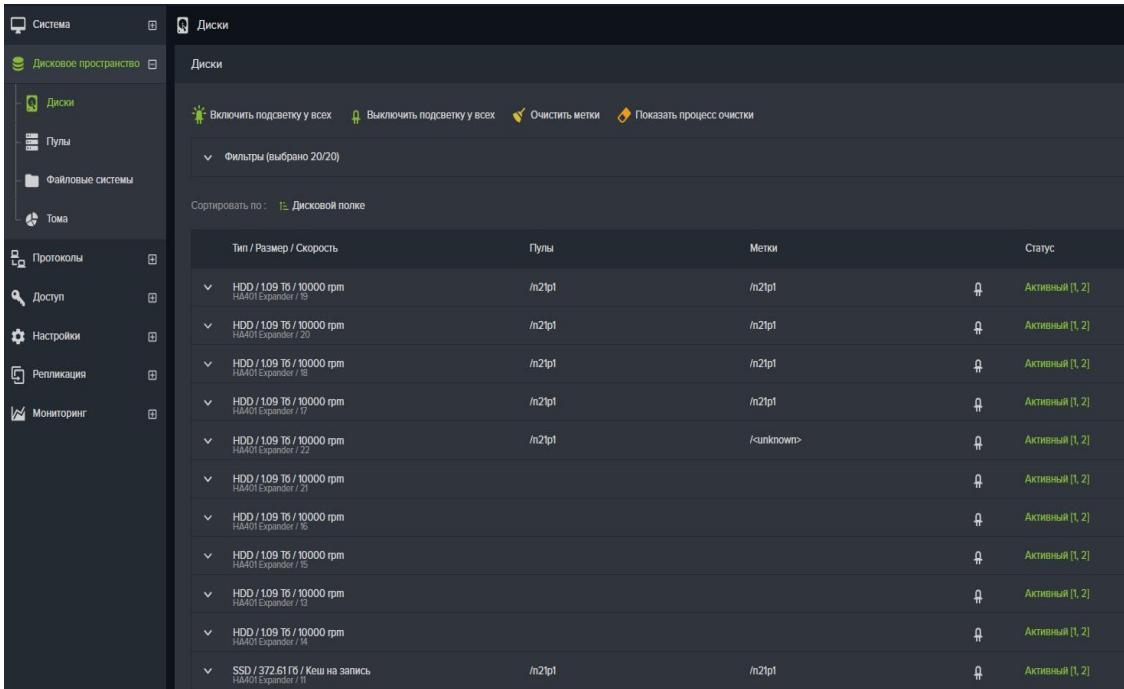

Рисунок 134. Проверка физических дисков
2. В области «Диски» будут отображены все диски СХД, включая подключенные через полки, и информацию о каждом диске (см. Рисунок 134).